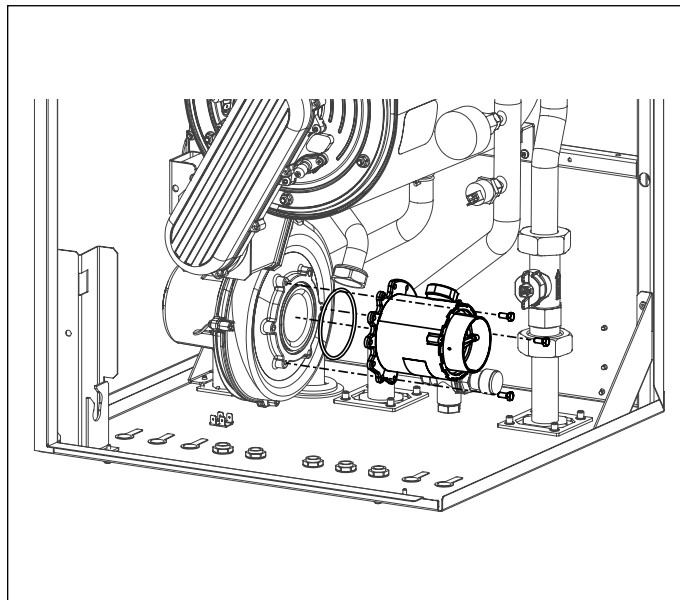

Fig. 39 Amestecător
- Înlăturați amestecătorul desfăcând cele trei șuruburi tip imbus (vezi Fig. 39 Amestecător).
- Montați amestecătorul reasamblat la ventilator cu șuruburile cu imbus, având grijă să repoziționați între amestecător și ventilator, garnitura inelară de etanșare (vezi Fig. 39 Amestecător).